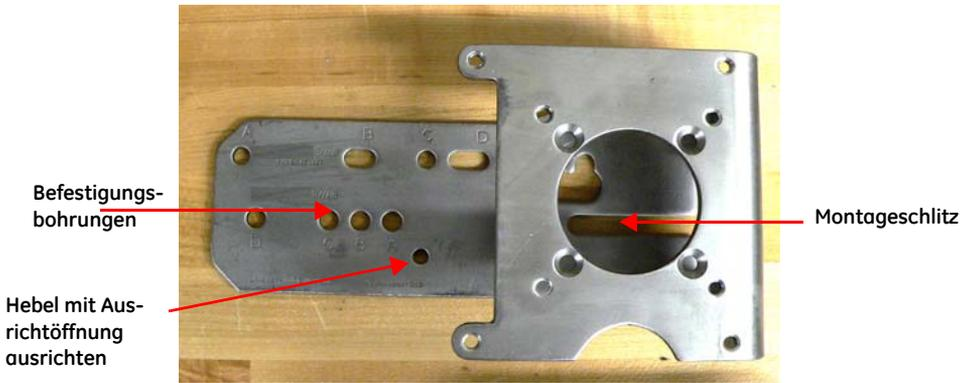

Abbildung 15 Sicherstellen der Stellungenlinearität
12. Stellen Sie sicher, dass der verstellbare Gestängespanner sich parallel zum Ventilschaft befindet. Stellen Sie sicher, dass sich bei geschlossener Ventilstellung die Öffnung im Hebel mit der Ausrichtöffnung in der Halterung deckt. Prüfen Sie, ob die Halterung unter Verwendung der korrekten Bohrungen montiert wurde (Abbildung 15).